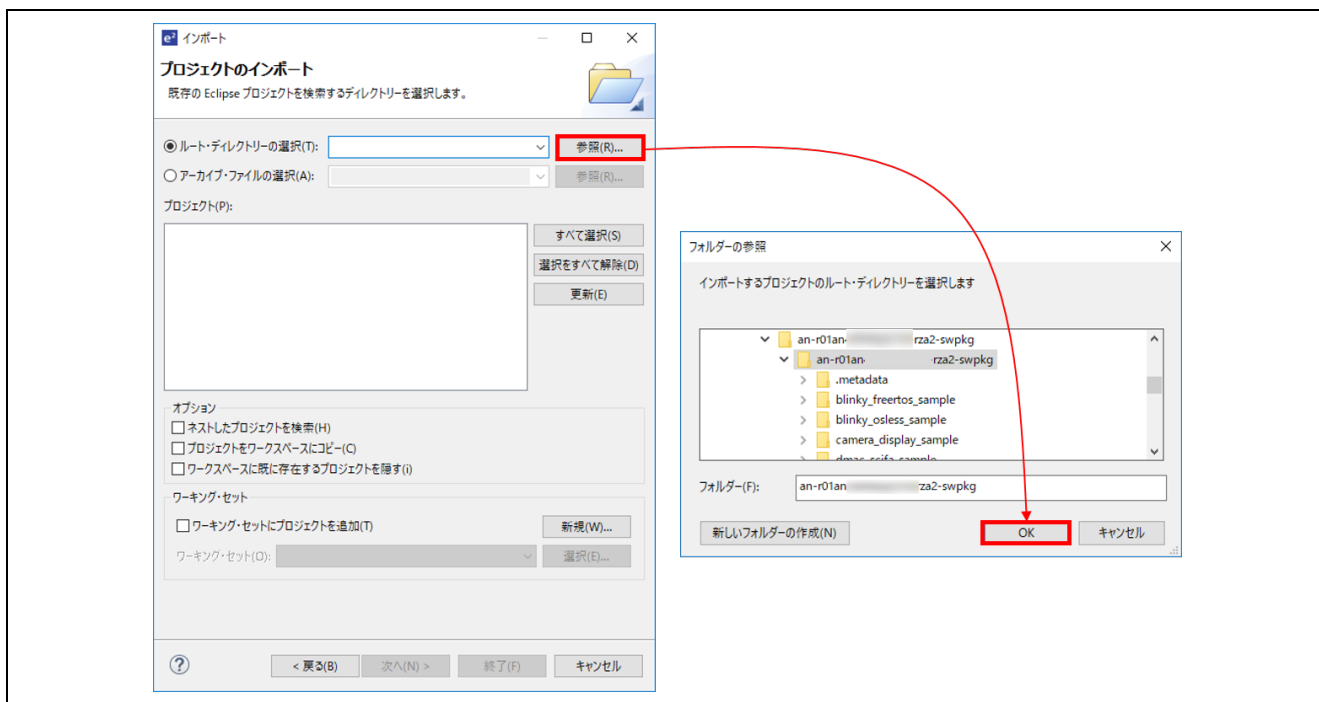

図 3-5 ルートディレクトリに選択
- "ルートディレクトリの選択" の右にある "参照" ボタンを選択すると、"フォルダ参照" ダイアログが表示されます。そのまま "OK" ボタンを押してください(図 3-5)。